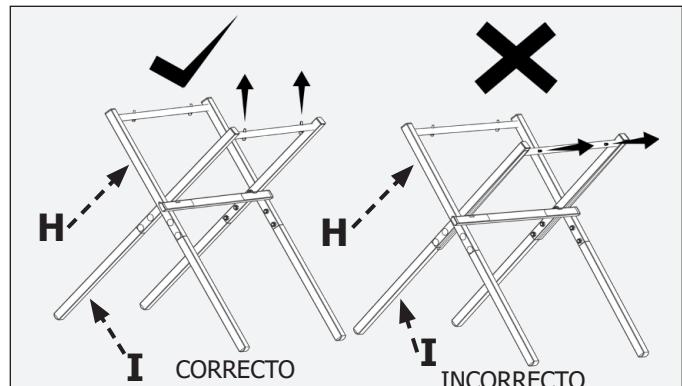

FIGURA 2
**NOTA:** El espacio M8 (c) se encuentra entre la pieza de la base (H) e (I). (FIGURA 2) para la disposición correcta de las piezas de la base.